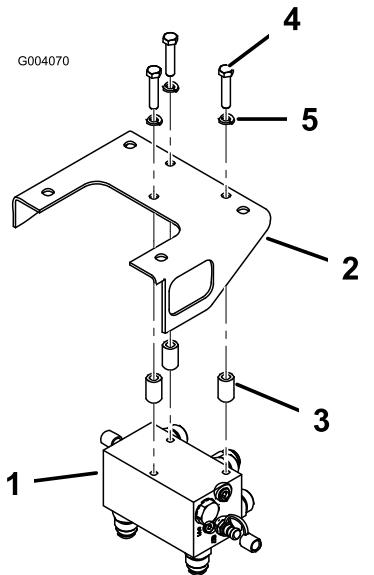

Figura 5
- Monte el conjunto de colector en la parte inferior del soporte del colector con 3 pernos (3/8" x 1 3/4"), arandelas de freno (3/8") y espaciadores. Coloque los espaciadores entre el soporte del colector y la parte superior del colector. El colector debe orientarse con los acoplamientos orientados hacia atrás y hacia abajo (Figura 5).